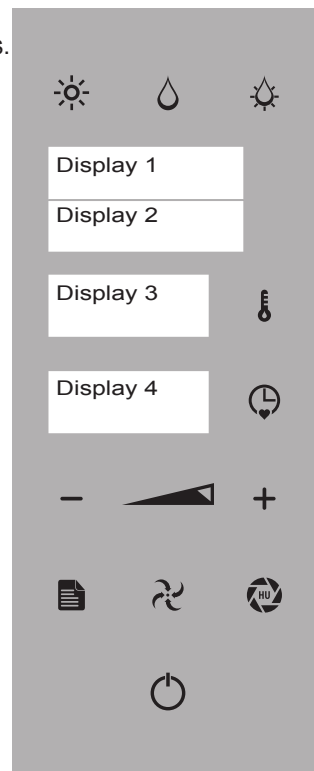

Fig.1
- Modus "STAND-BY": toets "ENTER" brandt en de klok wordt getoond (Afb.1 Display 3).
- Modus "HOOFDMENU": toets "ENTER" brandt, de klok wordt getoond (Afb.1 Display 3), alsook de functies (WASSEN - RECEPTEN - KERNSONDE - UITSTEL - RECEPTEN OPSLAAN - RECEPTEN IMPORTEREN - UPDATE FW - Afb.1 - Display 1).
In de modus "selectie van de functie" of "selectie van de parameter" zal de oven, na 5 seconden inactiviteit, de getoonde functie of waarde opslaan (Afb.1 Display 2 - 3 - 4).
Het "Programma" en/of "Recept" voor het koken kan worden opgeroepen en indien nodig worden herhaald. De apparatuur kan tot 60 programma's opslaan; de duur van elk programma mag de 9 uur van aaneengesloten bewerking niet overschrijden. In het "Programma" zijn er 5 kookfasen mogelijk. De "Kookfase", weergegeven met de melding "FASE" (Afb.1 Display 2) toont de kenmerken van het kookproces waarmee het voedsel wordt bewerkt.